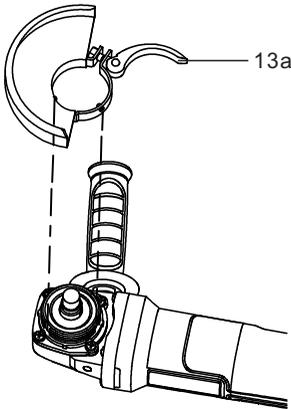

Fig. 5
2. Alinhe as saliências no anel com os entalhes no colar do fuso e depois rode a proteção (Figs. 5, 6).